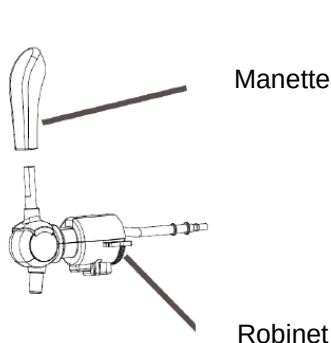

Figure 6
2. Installer la manette sur le robinet et vérifier que les 2 pièces s'emboîtent parfaitement. (Voir figure 6)